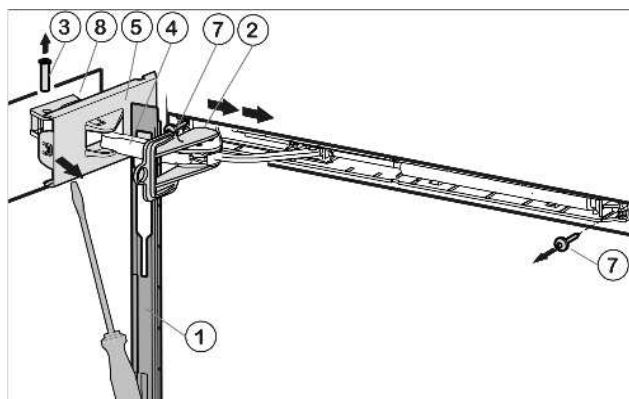

Fig. 5
- ▶ Сдвиньте накладку над амортизационной скобой Fig. 5 (4) в направлении устройства.
- ▶ Зафиксируйте предохранитель Fig. 5 (2) в продольном пазе.
- ▶ Отсоедините крышку со стороны шарнира Fig. 5 (5) с помощью отвертки до первого фиксатора.
- ▶ Выдавите палец Fig. 5 (3) снизу.
- ▶ Нажмите амортизационную скобу Fig. 5 (4) в направлении дверцы.
- ▶ Полностью отсоедините и снимите крышку со стороны шарнира Fig. 5 (6).
- ▶ Снимите накладку Fig. 5 (1).
- ▶ Открутите узел амортизатора закрывания дверцы (2 шт. Torx® 15) Fig. 5 (7).